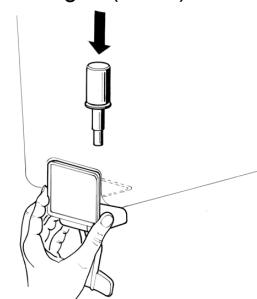

Bild 7
- 3 **Schwerkraftsventil:** den Betätigungshebel des Hahns befestigen und dann den mit einer eigenen Dichtung versehenen Kolben einfügen (Bild 7).